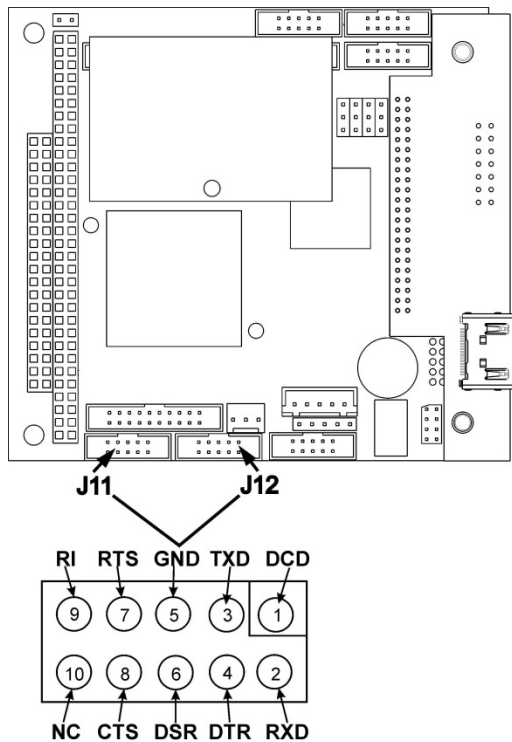

Abbildung 2-12 Standardmäßige Pinbelegung des CPU-Anschlusses (RS-232)
Die Signale dieser zwei Anschlüsse werden von der Hauptplatine über einen Kabelstrang zu zwei 10-Pin-Anschlüssen auf der CPU geleitet, J11 und J12 (Abbildung 2-12).
6. Stellen Sie bei jedem Analysator den rückseitigen DCE-DTE-Schalter so ein, dass die grünen und roten LEDs (RX und TX) des COM1-Anschlusses (bezeichnet RS-232) beide leuchten. (Vergewissern Sie sich, dass Sie Kabel benutzen, die speziell für RS-232 gefertigt sind; siehe Abbildung 2-12.)